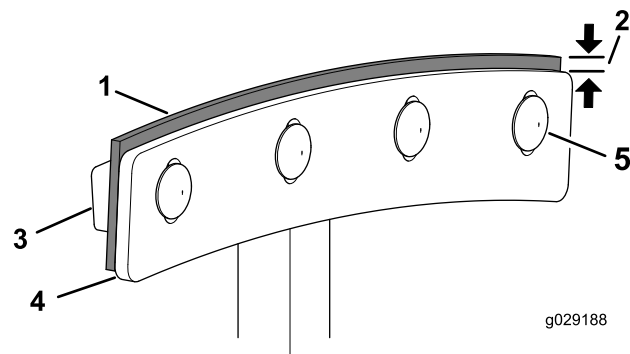

Figura 45
4. Afloje los pernos de cabeza redonda y las contratueras prensadas que sujetan la hoja de la pala y la escobilla a la paleta (Figura 45).